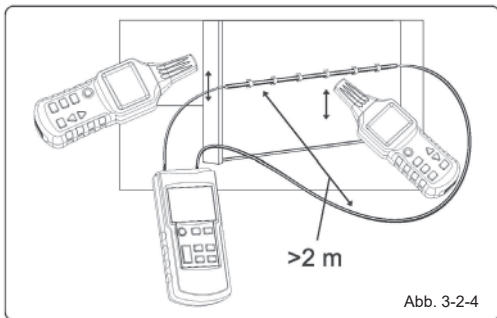

Abb. 3-2-4
- Schließen Sie den Transmitter wie in Abb. 3-2-4 dargestellt an.